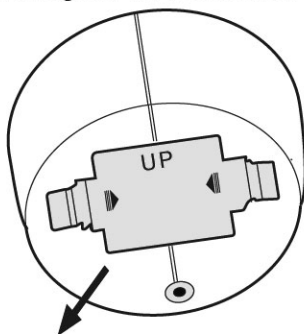

Figure 5
1. Appuyez sur une « languette » du compartiment à piles dans le sens de la flèche puis retirez le couvercle (Figure 5). Remarque : ne pas confondre le mot UP qui est gravé sur le couvercle du compartiment à piles avec la direction.